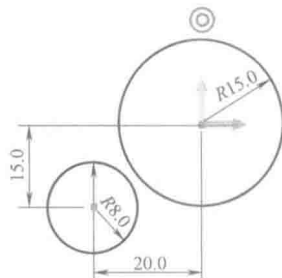

图 1-18 绘制 $R8\text{mm}$ 圆
2) 绘制 $R8\text{mm}$ 圆。选择“草图→圆”或按鼠标中键进入圆命令栏，在 $R15\text{mm}$ 左下角绘制 $R8\text{mm}$ 的圆并标注尺寸，如图 1-18 所示。